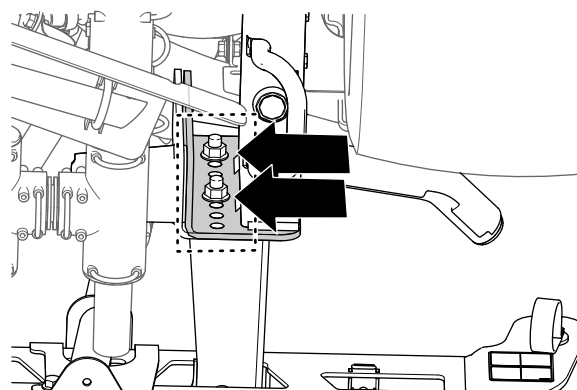

Figura 44
- Utilizzate un pezzo di nastro adesivo per segnare i fori in cui i 4 bulloni a testa flangiata (1/2" x 1 1/4") e i 4 dadi di bloccaggio flangiati (1/2") fissano le staffe di supporto per la sezione di irrorazione centrale alla piastra di montaggio della macchina (Figura 44).